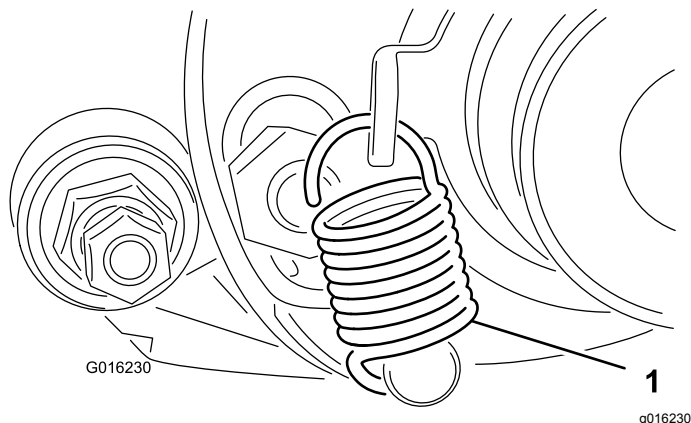

Figura 15
35. Gire la polea tensora hasta que pueda enganchar el muelle de la palanca de cambio en el taladro del soporte de la polea y sobre el espárrago, según se muestra en Figura 15.